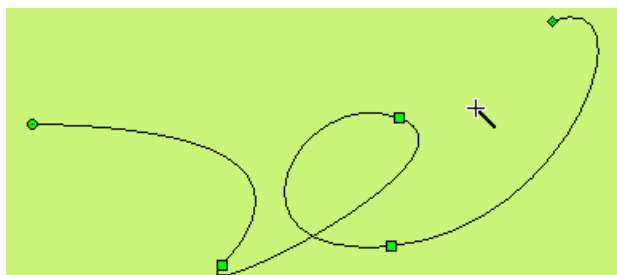

图 4-34 曲线连接线操作
- 此时鼠标仍然是十字型，移动鼠标到画面上的其他位置，此位置是曲线/圆弧的终点，按下鼠标左键不松开，牵动鼠标在画面内移动，然后松开鼠标，此时鼠标仍然是十字型，重复上述的操作，即可绘制出曲线连接线，鼠标右键可完成曲线连接线的操作。如图 4-34 所示：